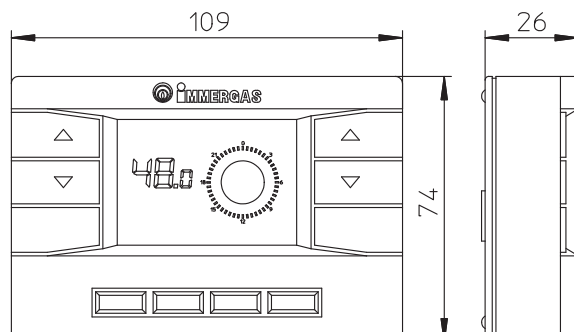

Fig. 1-5 Fig. 1-5 Ilustracja 1-5 Obr. 1-5 1-5 ábra Илл. 1-5
- Están disponibles 2 tipos de mandos remotos: Comando Amigo Remoto (CAR) (Fig. 1-6) y Comando Remoto Digital (CRD) (Fig. 1-5) ambos actúan como cronotermostatos climáticos. Éstos permiten al usuario, además de disponer de las funciones explicadas en el punto precedente, tener bajo control y, sobretudo, al alcance mano, toda la información importante relativa al funcionamiento del aparato y de la instalación de calefacción, con la posibilidad de actuar cómodamente sobre los parámetros configurados anteriormente sin necesidad de ir al lugar donde está instalado el aparato. El panel del Comando Amigo Remoto dispone de un sistema de autodiagnóstico que muestra en el display cualquier anomalía de funcionamiento de la caldera. El cronotermostato climático incorporado en el panel remoto permite ajustar la temperatura de salida al circuito de calefacción según las necesidades efectivas del ambiente a calefaccionar, de manera que se pueda obtener exactamente el valor de temperatura ambiente que se desea, con evidente ahorro de los costes de gestión. El cronotermostato está directamente alimentado por la caldera, a través de los mismos 2 hilos que sirven para la transmisión de datos entre caldera y cronotermostato.
- Estão disponíveis dois tipos de comandos remotos Comando Amigo Remoto (CAR) (Fig. 1-6) e Comando Remoto Digital (CRD) (Fig. 1-5) ambos com funcionamento de cronotermostatos climáticos. Os painéis dos cronotermostatos permitem ao utilizador, para além das funções ilustradas no ponto anterior, ter sob controle e sobretudo à mão, todas as informações importantes relativas ao funcionamento do aparelho e do equipamento térmico com a possibilidade de intervir cómodamente nos parâmetros anteriormente programados sem ter de se deslocar até ao local onde está instalado o aparelho. O painel está equipado com auto-diagnóstico para poder visualizar no display eventuais anomalias de funcionamento da caldeira. O cronotermostato climático incorporado no painel remoto permite adaptar a temperatura de descarga da instalação às necessidades efectivas do ambiente a aquecer, de modo a obter o valor de temperatura ambiente desejado com extrema precisão e portanto com uma evidente poupança nos custos de exploração. O cronotermostato é alimentado directamente pela caldeira através dos mesmos 2 fios que servem para a transmissão de dados entre a caldeira e o cronotermostato.
- Dostępne są 2 rodzaje zdalnego sterowania : przycisk zdalny Amico (CAR) (Rys. 1-6) i przycisk zdalny cyfrowy (CRD) (Rys. 1-5) obydwu z funkcją termostatu chronometrycznego środowiskowego. Panele termostatów chronometrycznych oprócz opisanych wyżej funkcji umożliwiają użytkownikowi kontrolę wszystkich ważnych informacji dotyczących funkcjonowania urządzenia oraz instalacji ciepłej pozwalając na wygodną zmianę wcześniej ustawionych parametrów bez konieczności przemieszczenia się do miejsca zainstalowania urządzenia. Panel posiada funkcję samodiagnostyki, która wyświetla na wyświetlaczu ewentualne usterki w pracy kotła. Termostat chronometryczny wbudowany do zdalnego panelu umożliwi dostosowanie temperatury wysyłanej przez instalację do rzeczywistych wymagań ogrzewanego pomieszczenia tak, by uzyskać żądaną wartość temperatury pomieszczenia w sposób niezwykle precyzyjny redukując znacznie koszty utrzymania. Termostat chronometryczny jest zasilany bezpośrednio z kotła za pomocą tych samych 2 przewodów, które służą do transmisji danych.